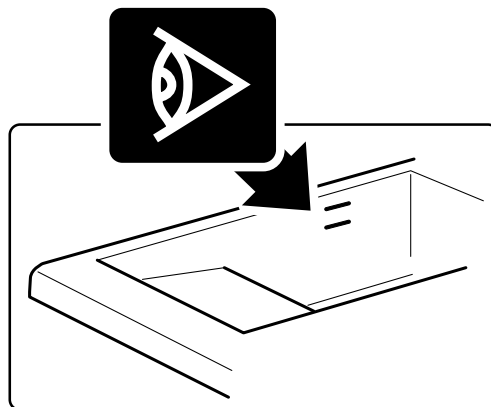

Fig. 5 Niveau maximum/minimum de remplissage cuve
- Toujours contrôler que le niveau de l'huile est compris entre le **niveau maximal** et le **niveau minimal** (indiqué au moyen des encoches en relief dans la partie interne de la cuve, voir *Fig. 5 Niveau maximum/minimum de remplissage cuve*).
Toujours contrôler que le niveau de l'huile est compris entre celui maximal et minimal, indiqué au moyen des encoches en relief dans la partie interne de la cuve (Voir Fig. 5 Niveau maximum/minimum de remplissage cuve).